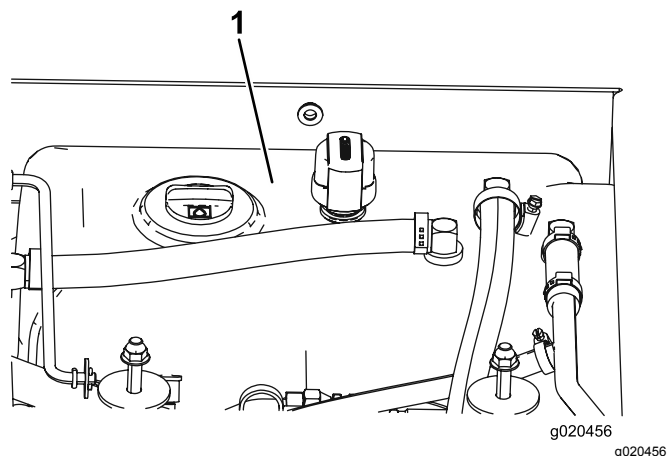

Figura 104
4. Encha o reservatório (Figura 104) com fluido hidráulico; consulte Verificar o fluido hidráulico (página 77).